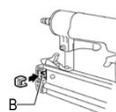
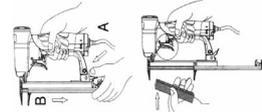

FIGURA 7.1
FIGURA 7.2
- Com o equipamento desconectado da rede de ar, mova a alavanca da trava do magazine (B) localizada na parte lateral (Figura 7.1) ou traseira (Figura 7.2) do equipamento para carregá-lo;
- Em seguida, coloque a tira de grampos ou pinos dentro do magazine (A). Caso, o equipamento esteja conectado à rede de ar, NÃO carregue o magazine (A) com o gatilho acionado, e para fechá-lo, empurre-o até que se trave (Figura 7.1);